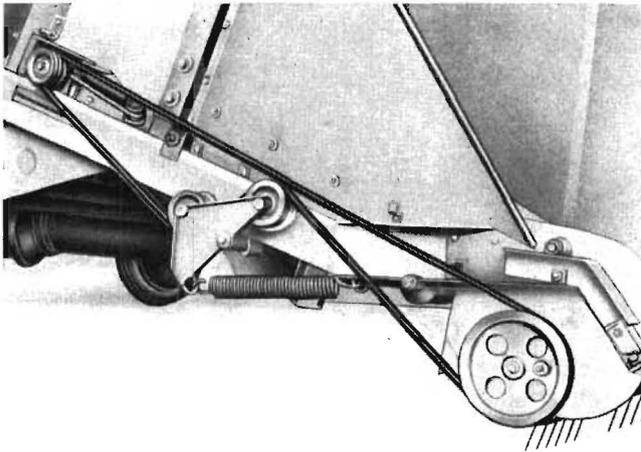

Bild 27
- 3 Keilriemen auflegen (Bild 27)